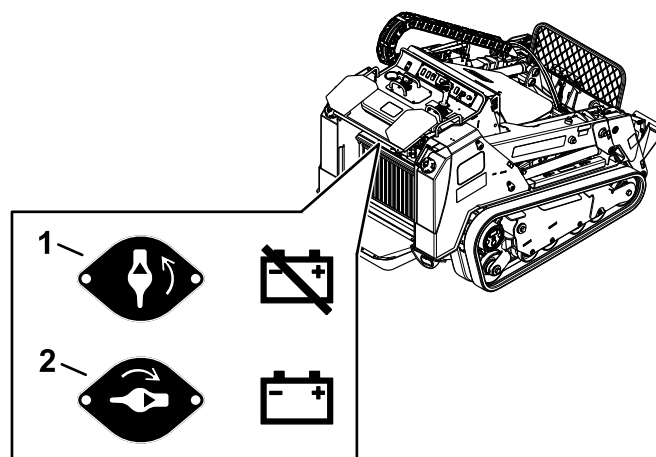

Figure 62
- Pour mettre la machine sous tension, tournez le coupe-batterie dans le sens horaire à la position SOUS TENSION (Figure 62).
- Pour mettre la machine hors tension, tournez le coupe-batterie dans le sens antihoraire à la position HORS TENSION (Figure 62).